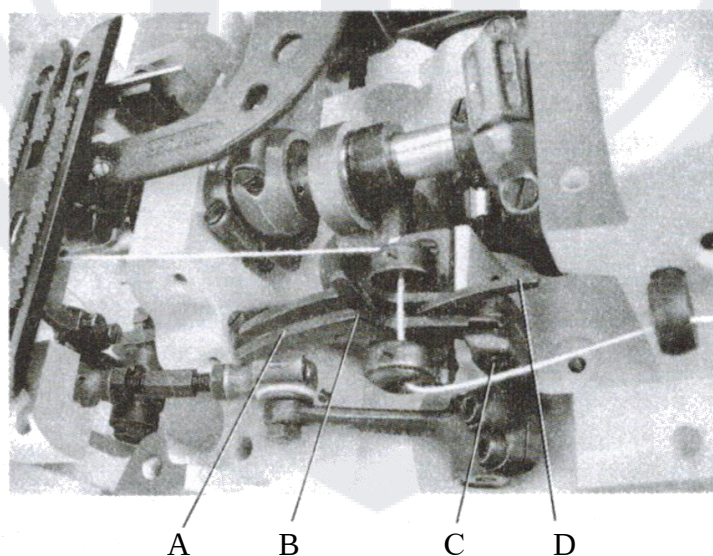

Рис. 12
5.7 Механизм захвата нити петлителя (Рис. 12)